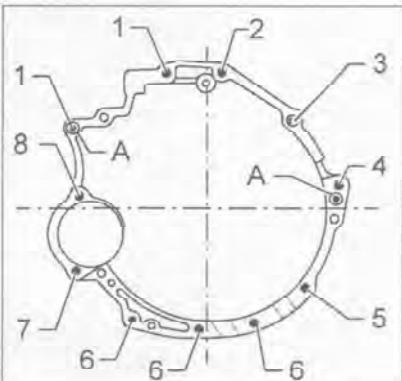

Рис. 7.344. Последовательность затяжки болтов крепления коробки передач.
40. Проверьте наличие в блоке цилиндров центрирующих втулок (А) и установите их при необходимости (рис. 7.344).